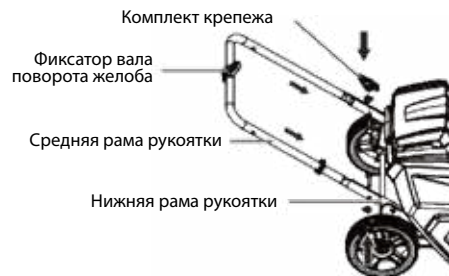

Рис. 2
1. Совместите два отверстия в средней раме рукоятки с отверстиями в нижней раме. Убедитесь, что фиксатор вала поворота желоба обращен вверх, как показано на Рис. 2.